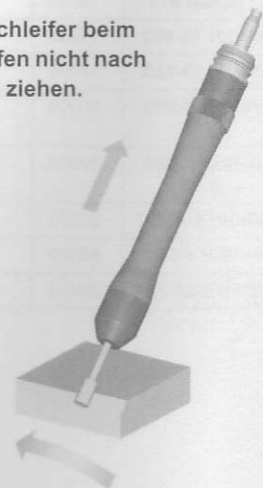

Abb. 1: Sicherheitshinweis SRD 3-55/2S
- Der Schleifer darf beim Schleifen nicht nach hinten gezogen werden (siehe Abb. 1). Ansonsten besteht die Gefahr, dass sich das Werkzeug aus der Spannzange herauszieht. Dies betrifft insbesondere Hartmetallfräser zur Stahlbearbeitung. Das Herausziehen der Werkzeuge kann durch den Einsatz von linksgenuteten Fräsern verhindert werden.